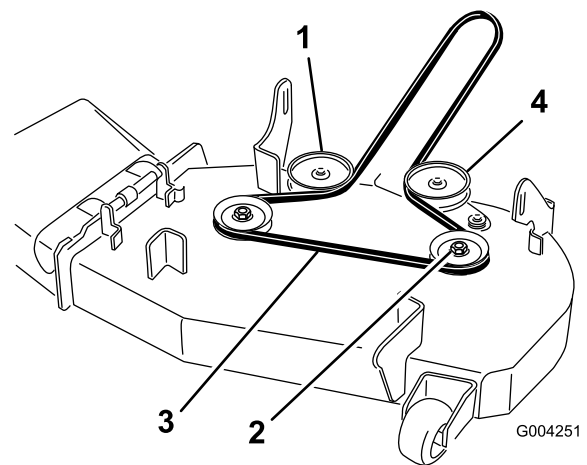

Figura 42
4. Tire del brazo tensor para aliviar la tensión de la correa sobre la polea de la izquierda (Figura 42 o Figura 43).
6. Pase la correa nueva alrededor de las poleas (Figura 42 o Figura 43).